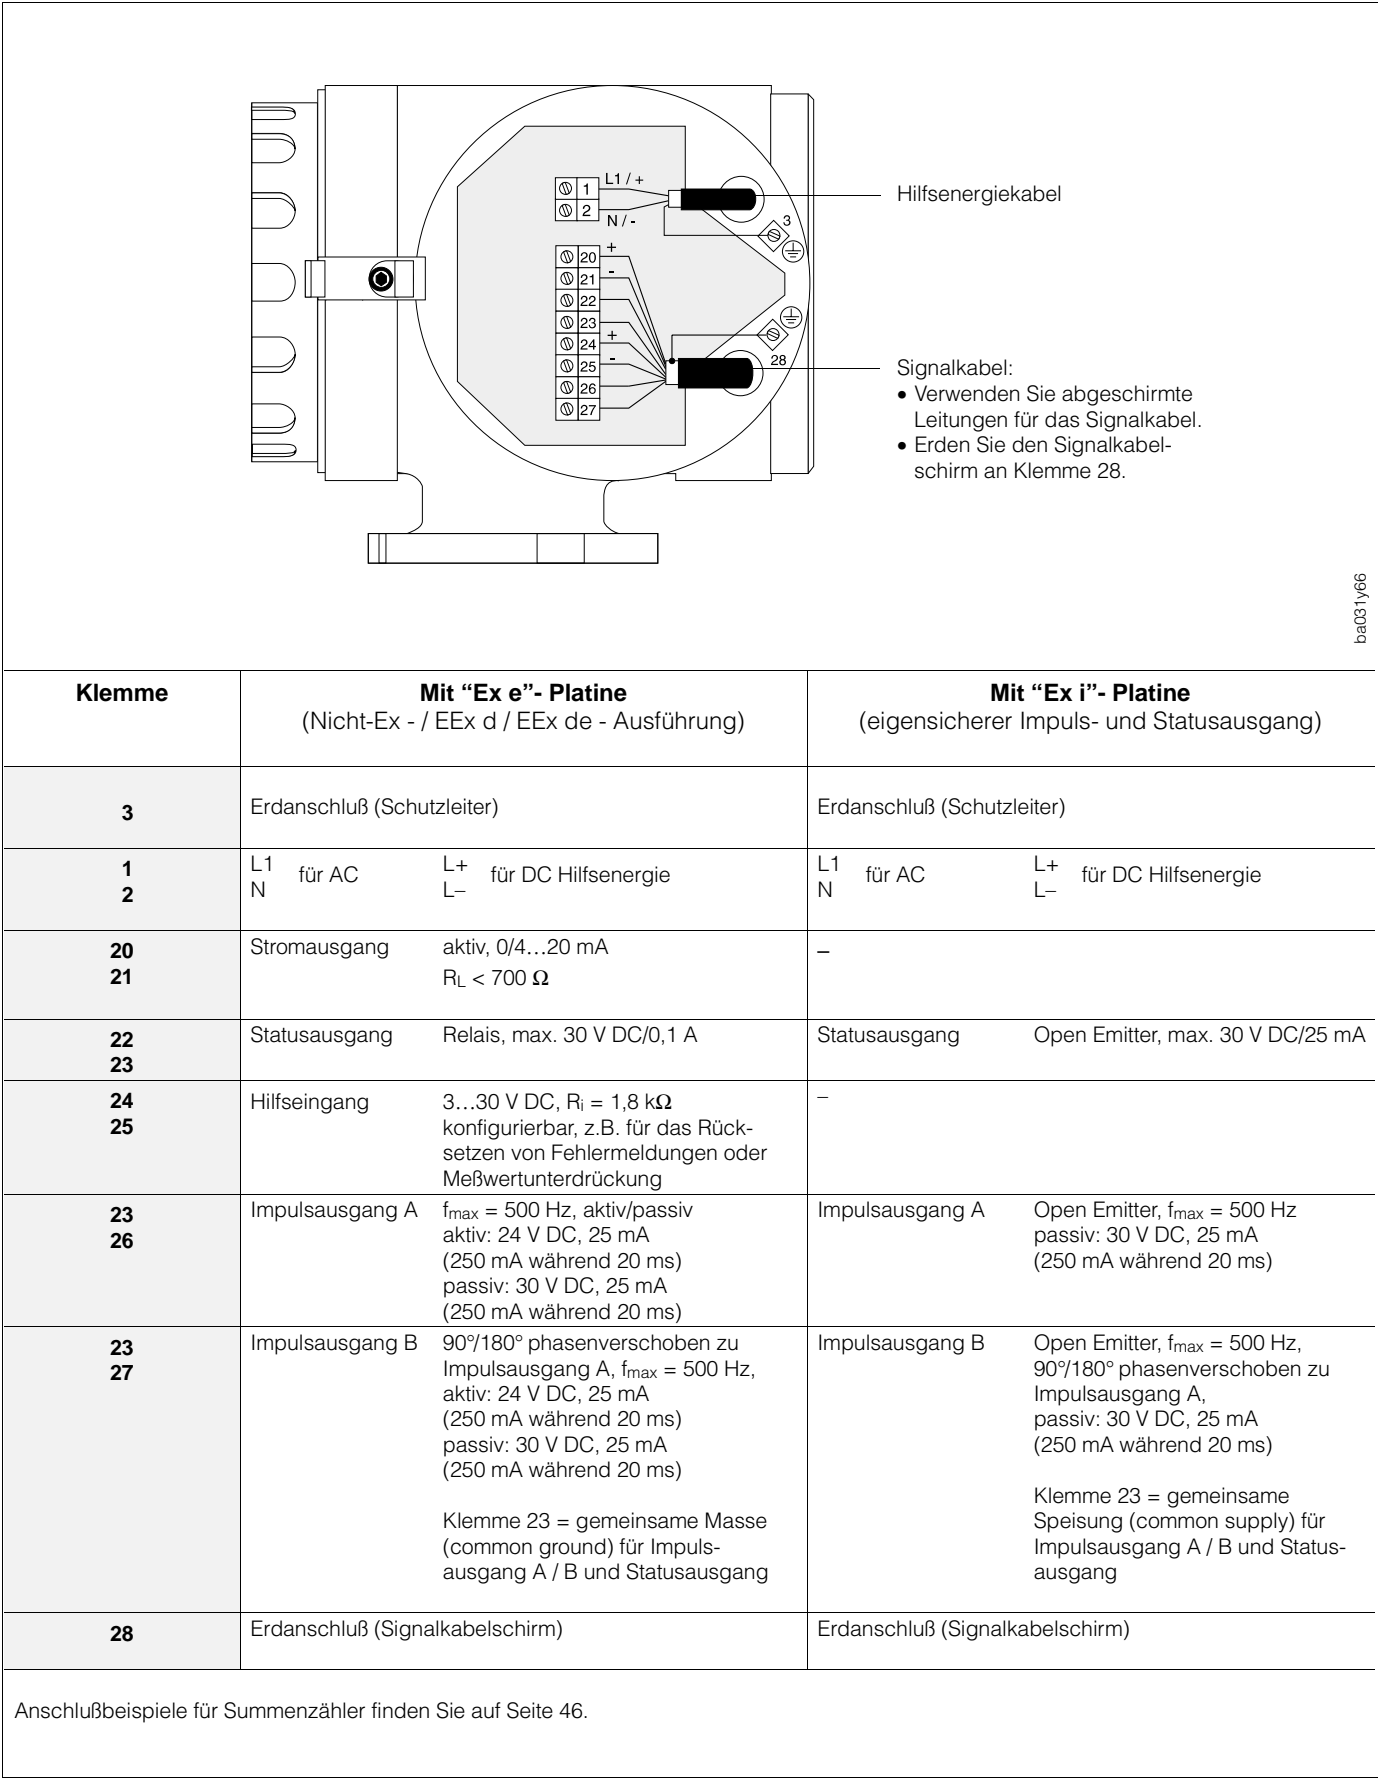

Abb. 13:
- 4 Verdrahtung gemäß elektrischen Anschlußplänen vornehmen (siehe Anschlußbild im Schraubdeckel oder Abb. 13)